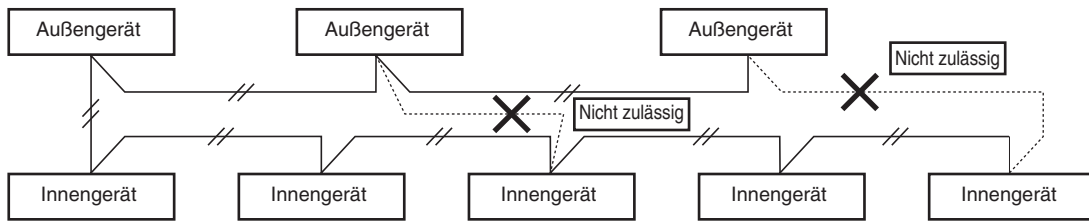

Abb. 4-3
- (2) Die Steuerverbindungsverkabelung zwischen Geräten darf nicht so angeschlossen werden, dass eine Schleife gebildet wird. (Abb. 4-3)